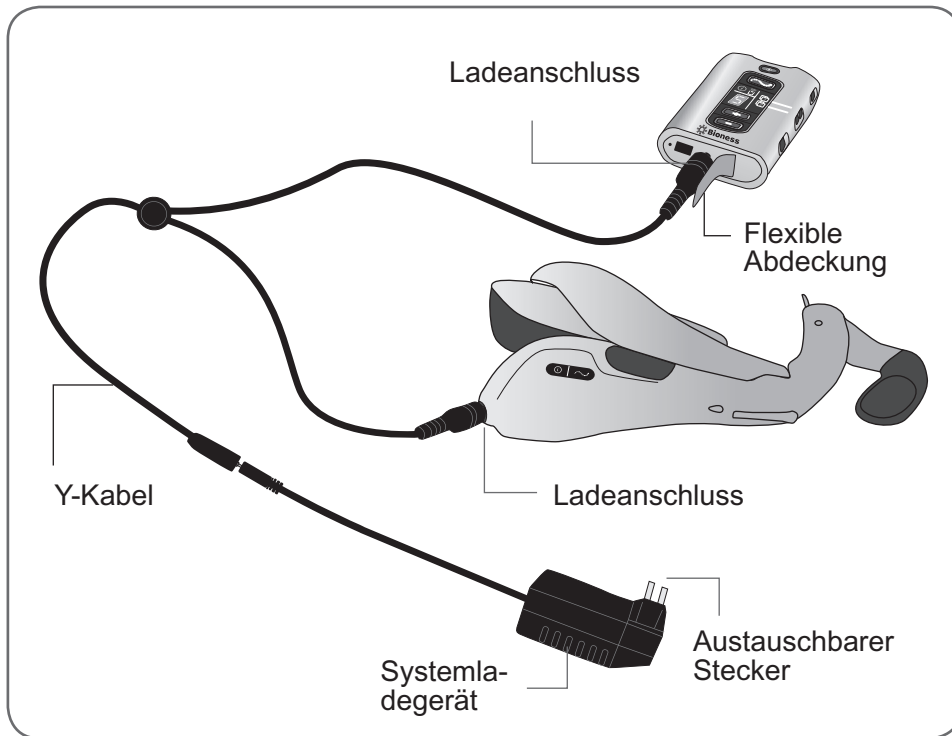

Abbildung 8-3: Einrichtung des Ladevorgangs
3. Schließen Sie das Y-Kabel an den Ladeanschluss der Orthese und an den Ladeanschluss der Steuereinheit an. Der Ladeanschluss der Steuereinheit befindet sich unter der flexiblen Abdeckung (siehe Abbildung 8-3).